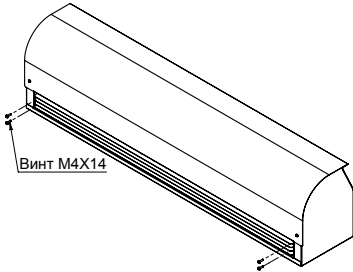

Рисунок 5
- С передней воздуховыпускной решетки выкрутить крепежные винты M4x14 по 2 шт. с каждой стороны (см.рисунок 5).